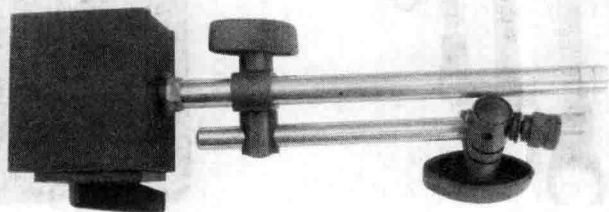

图 2-8 磁力表座
1) 磁力表座 如图 2-8 所示, 通过转动磁力调节开关旋钮, 检查磁力表座的性能。